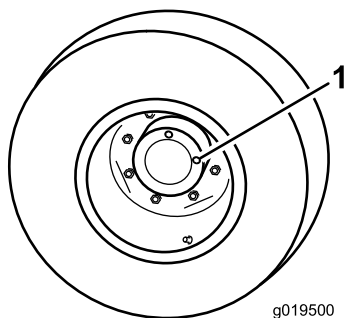

Figure 17
1. Amenez la machine sur une surface plane et horizontale, tournez la roue de sorte à placer un bouchon de contrôle à la position 12 heures et l'autre à la position 3 heures (Figure 17).
1. Bouchon de contrôle/vidange (2)
2. Retirez le bouchon qui est à la position 3 heures (Figure 17).